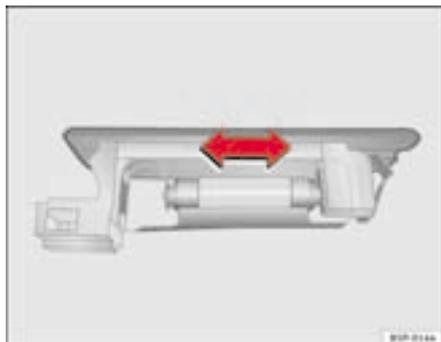

Fig. 172 Luz do porta-bagagens
- Pressionar a lâmpada na parte lateral e extraí-la do respectivo alojamento ⇒ fig. 172.